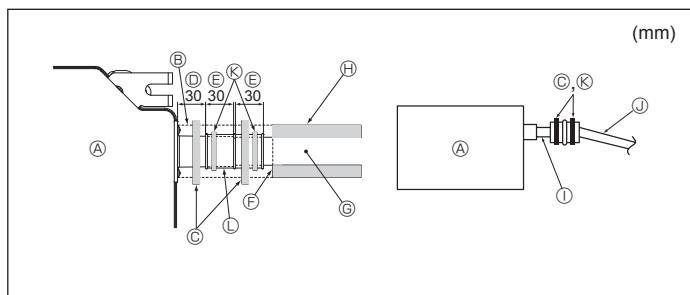

Fig. 3-5
- Drenaj soketini (üniteyle birlikte verilmiştir) drenaj çıkışına bağlayın. (Fig. 3-5) (Boruyu PVC tutkalıyla tutturduktan sonra bantlayarak tespit edin.)